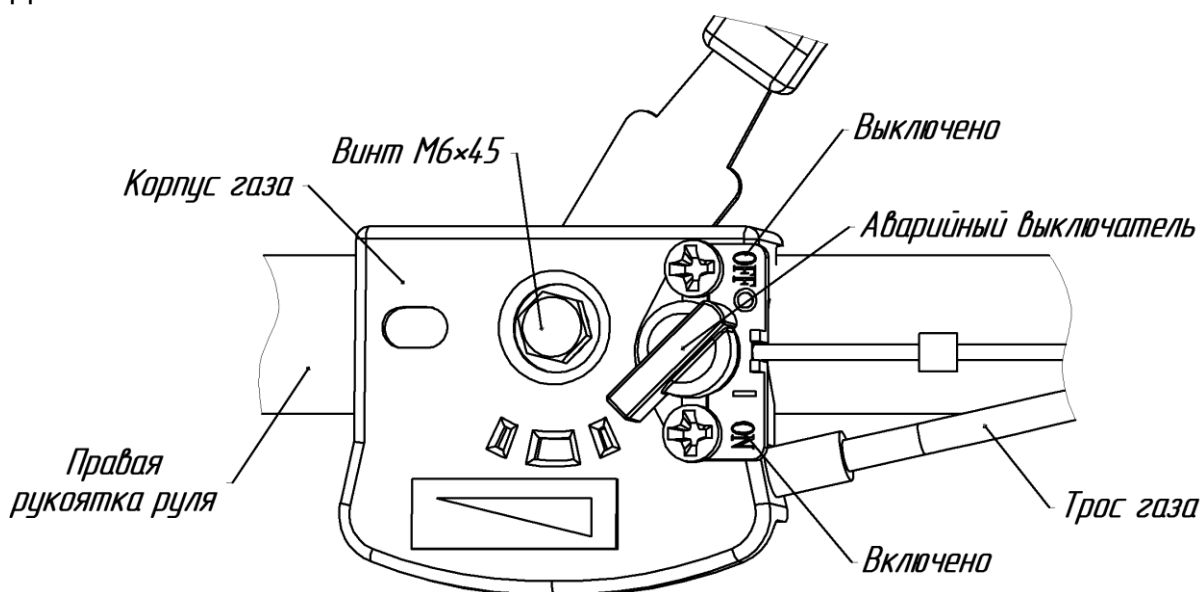

Рис.11 Механизм управления дроссельной заслонкой (газом) двигателя.
- установить ручку газа на рукоятке руля в положение "О" ("СТОП") (рис.9) или аварийный выключатель в положение "OFF" (рис.11);